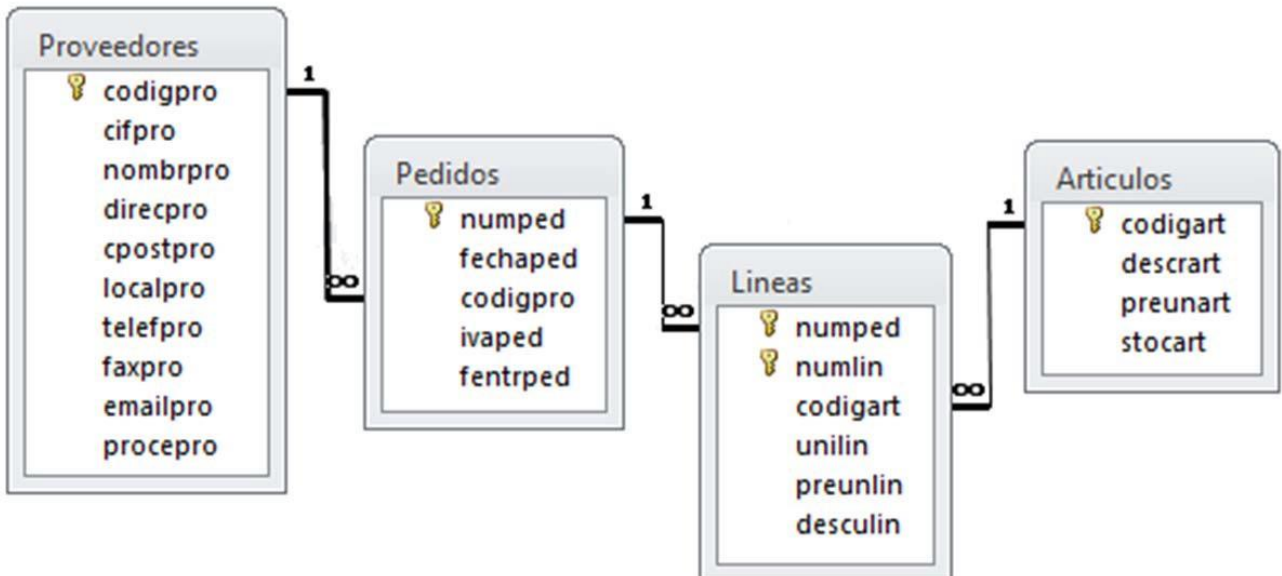

Figura 2. Esquema relacional de la base de datos Compras.
En el ámbito de las Bases de Datos Relacionales, esta asociación de características para materializar las entidades da lugar a tablas; cada fila de una tabla establece una relación entre un conjunto de valores y reflejan características propias de la entidad que representan. En el presente caso, el esquema de relaciones que se va a implantar es el que se ofrece en la Figura 2. En él aparecen los nombres de las cuatro tablas: *Proveedores*, *Articulos*, *Pedidos* y *Lineas* y los nombres que se han dado a sus campos1.
Aparece una ventana donde se tendrá la opción de seleccionar el directorio donde se quiere ubicar el archivo que contendrá la base de datos y el nombre que se le desea dar, en este caso "Compras" (Figura 2). Una vez seleccionados los valores se presionará el botón "Crear".
-Figura 2-